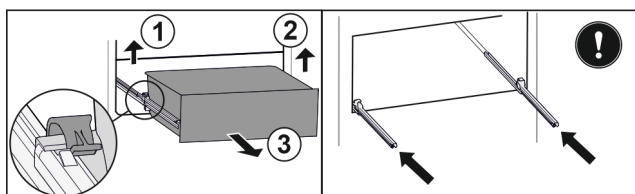

Fig. 34
- Підняти лівий затискач і одночасно висувний ящик ліворуч потягнути вперед. Fig. 34 (1)
- Підняти правий затискач і одночасно висувний ящик праворуч потягнути вперед. Fig. 34 (2)
- Вийняти висувний ящик рухом вперед. Fig. 34 (3)